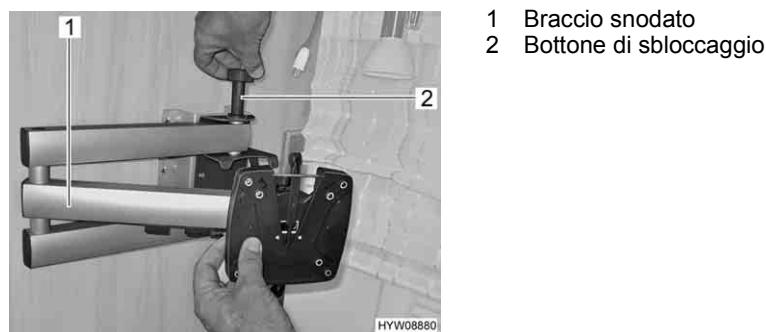

Fig. 43 Braccio snodato (raffigurato senza schermo piatto)
- Tirare il bottone di sbloccaggio (Fig. 43,2). Il braccio snodato (Fig. 43,1) è sbloccato.